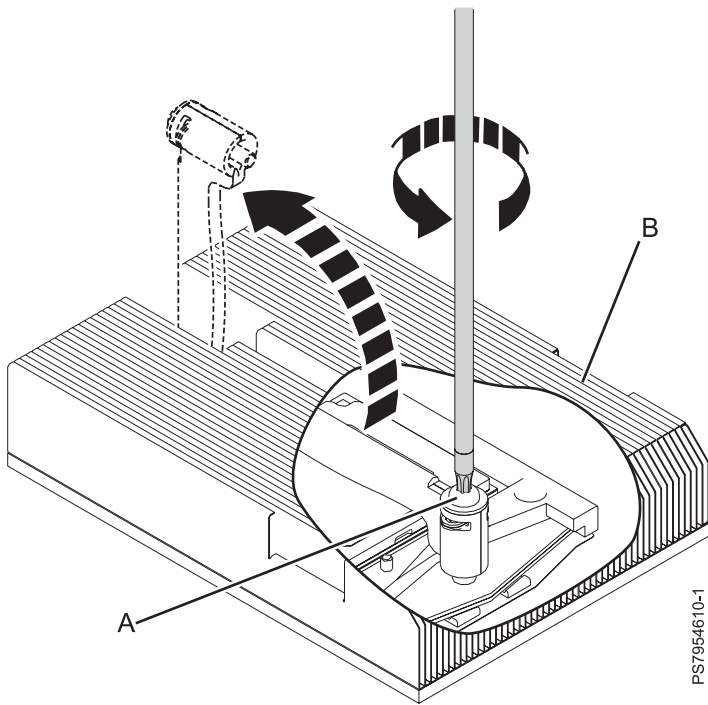

Figure 32. Desserrage de la vis de fonctionnement du dissipateur thermique
- a. Desserrez la vis de fonctionnement du dissipateur thermique en tournant le tournevis à douille dans le sens contraire des aiguilles d'une montre **(A)**, comme illustré dans la figure 32, à la page 77. Dévissez la vis jusqu'à ce qu'elle puisse bouger librement.